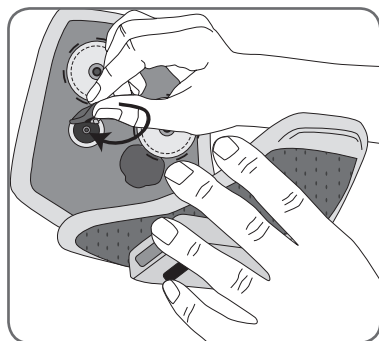

Figura 32: Cómo conectar los broches de presión de las bases de electrodos a los orificios de enganche.
6. Conecte los broches de presión de las bases de los electrodos a los orificios de enganche. Vea la Figura 32.